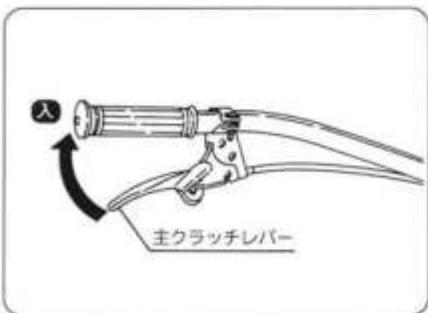

図35
- 主クラッチレバー【入】位置にしてベルトが確実に張れているか確認してください。(図35)